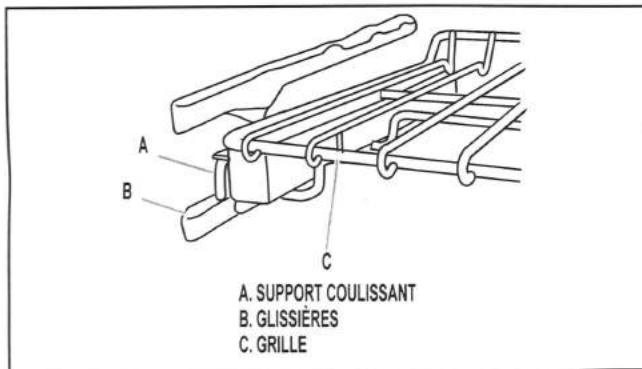

FIGURE 1
6. Pour retirer la grille coulissante, la repousser complètement jusqu'à ce qu'elle soit rétractée et emboîtée sur les glissières. Voir la Figure 1.